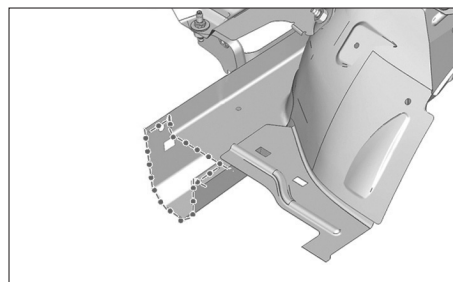

FIG. 24
- Préparer les zones d'accostage des pièces à assembler (Fig.24).